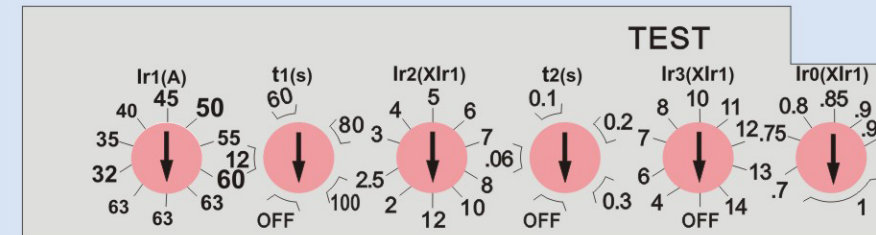
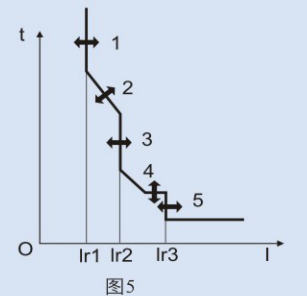

图4
图5
7.2、HSM2E-100, In=63A电子式脱扣器见图4、图5